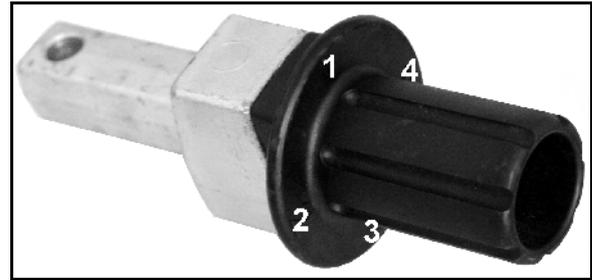

Fig. 42
Die Feineinstellung erfolgt durch Drehen des Excenterbolzens (Fig. 42) von Position 1 bis Position 4.
4. Excenterbolzen (Fig. 42) drehen.